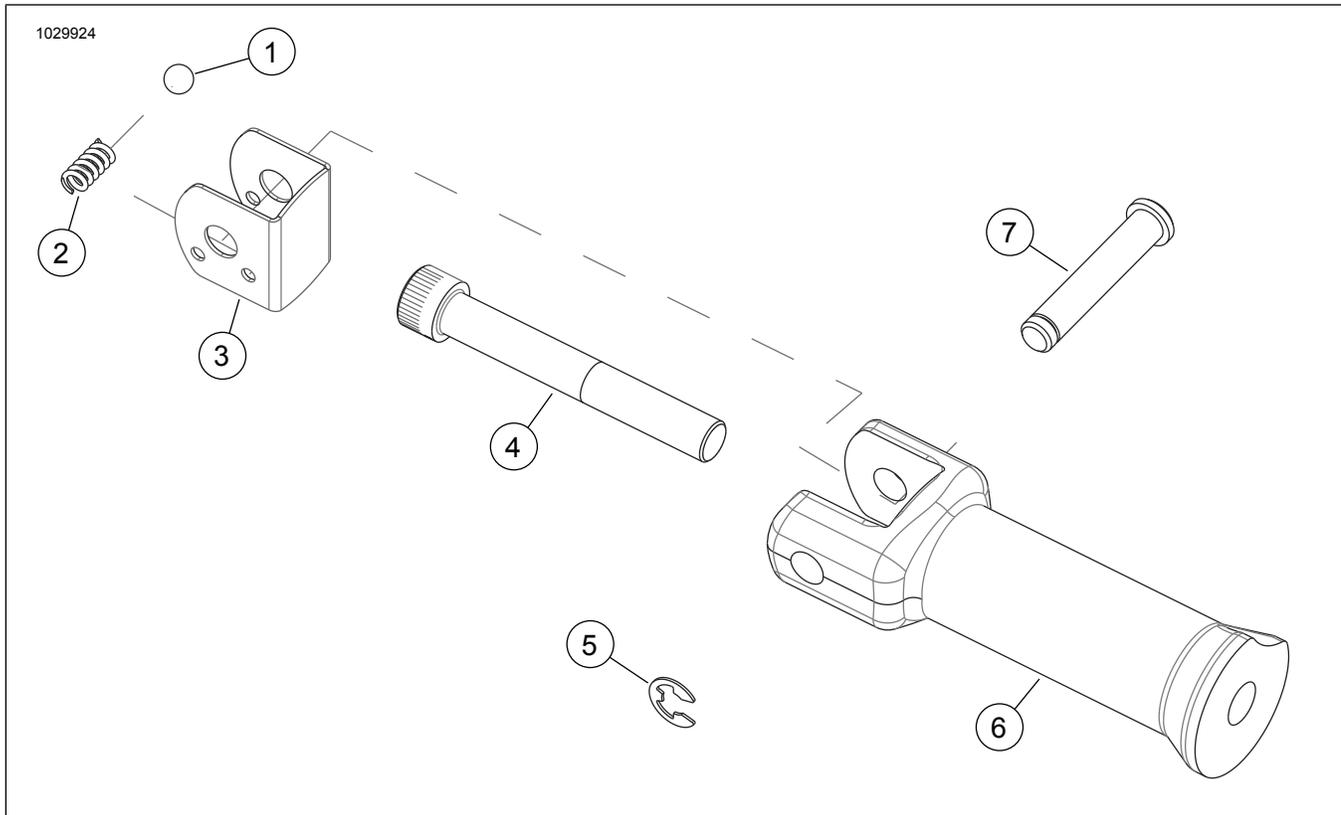

Figura 2. Peças de reposição, Kit de montagem de pedais do passageiro
Consulte Figura 2 e Consulte a Tabela 1.
Ver Figura 2 . Posicione o suporte do pedal (6) no veículo. Instale o parafuso Allen hexagonal (4) no suporte do pedal e dentro do orifício roscado do quadro. Aperte com um binário de: